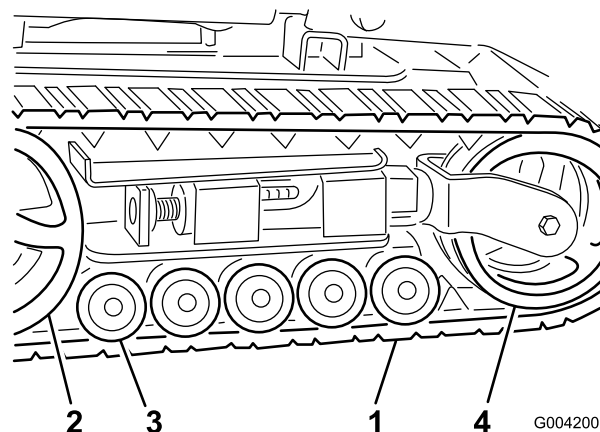

Figura 43
**Importante:** Assicurarsi di pulire a fondo le ruote non motrici, la ruota di tensione e la ruota conduttrice (Figura 43). Quando sono pulite, le ruote non motrici devono girare liberamente.